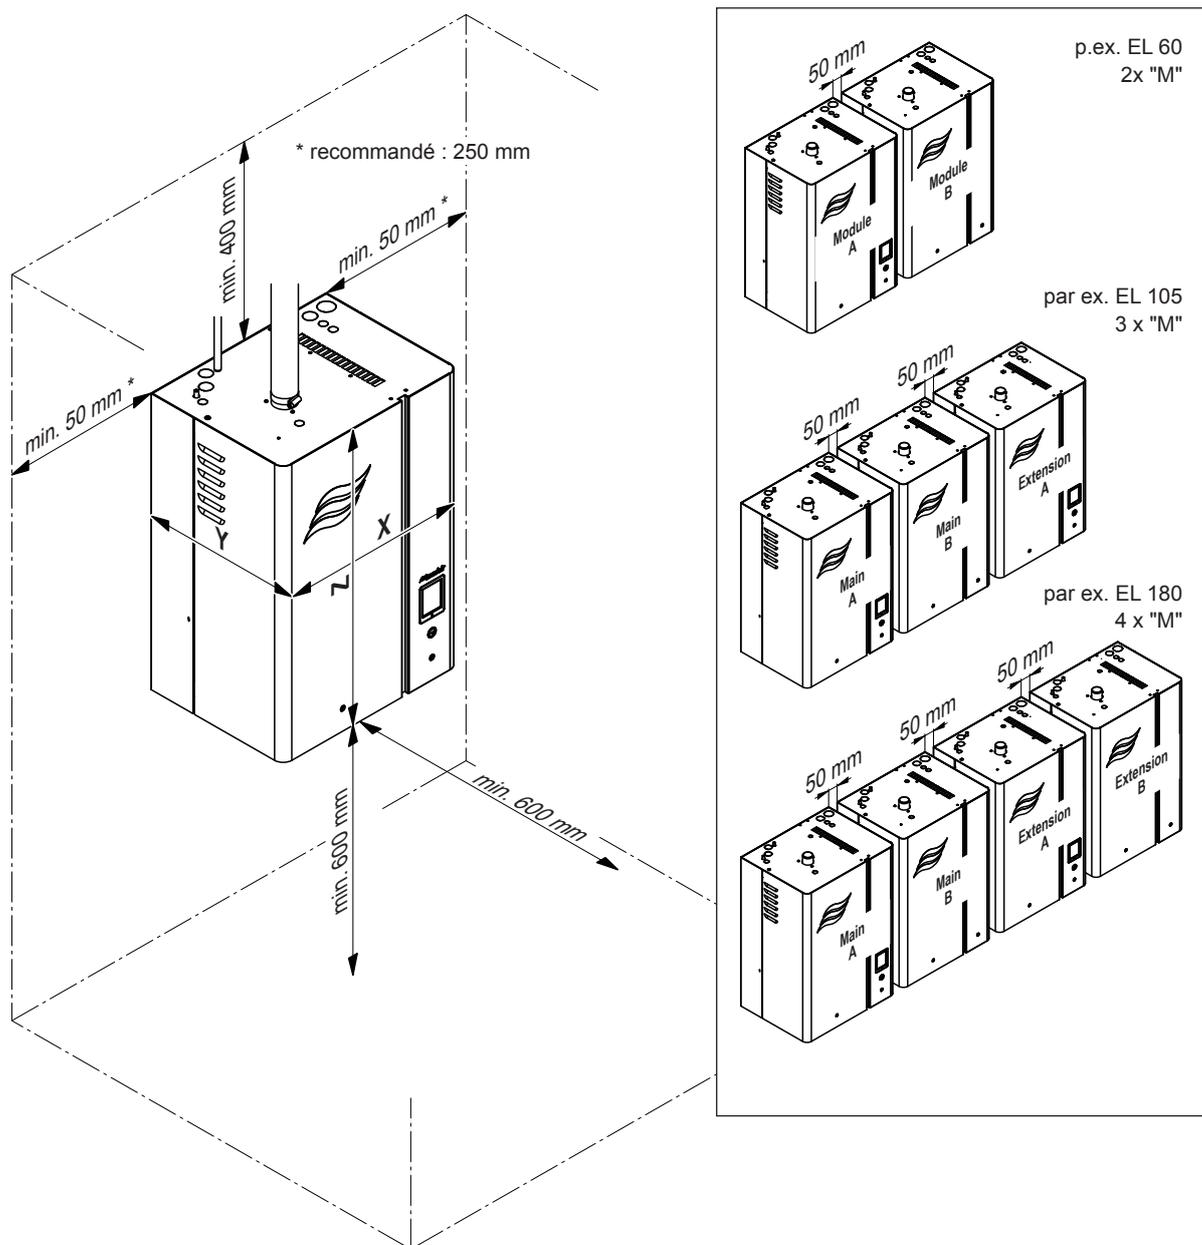

Fig. 9 : Distances à respecter
- Placer l'humidificateur d'air à vapeur de telle sorte **qu'il soit bien accessible** et qu'il y ait suffisamment de place pour faire la maintenance. Les **distances minimales** conformément à la Fig. 9 **doivent être respectées**.
- Pour que les câbles livrés puissent être utilisés avec des appareils doubles et systèmes Linkup, les différents appareils doivent être montés dans l'ordre indiqué, à la même hauteur et avec une distance maximale de 50 mm entre chaque appareil (voir Fig. 9).